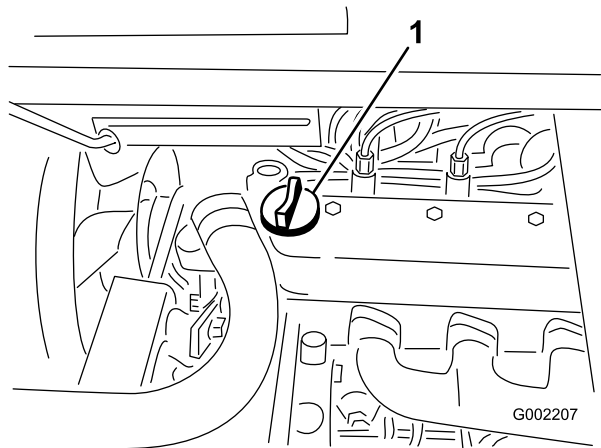

Figura 16
- Se o nível de óleo estiver baixo, deverá retirar a tampa de enchimento da cobertura da válvula (Figura 16) e deitar óleo na abertura até que o nível suba até à marca "Full" (Cheio) da vareta; consultar a secção Manutenção do óleo do motor, acerca do tipo e viscosidade do óleo. Adicione o óleo lentamente e verifique o nível com alguma frequência durante o procedimento. Não encha demasiado.